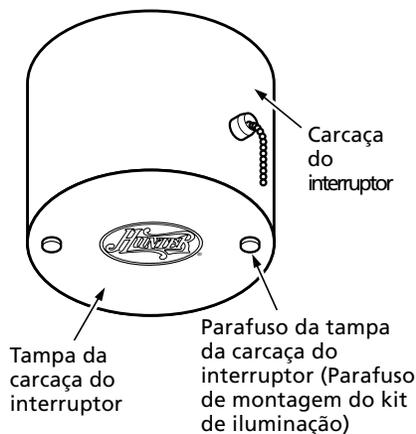
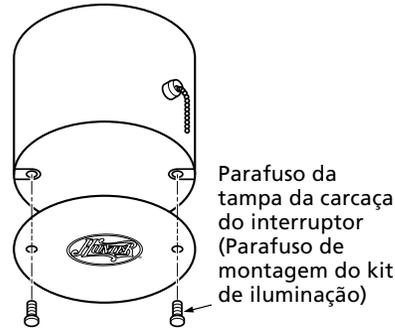

Figura 8a - Tampa da carçaça do interruptor sem plugue central
Figura 8d - Removendo a tampa da carcaça do interruptor
1. Se o seu ventilador contiver um plugue central (veja Figura 8a), então remova a tampa da carcaça do interruptor retirando os dois parafusos #6-32 da tampa da carcaça do interruptor. Veja Figura 8d.